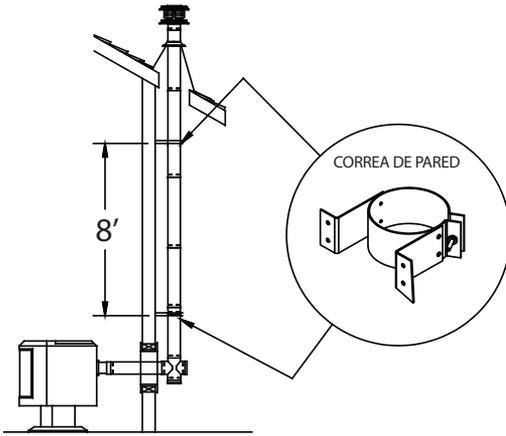
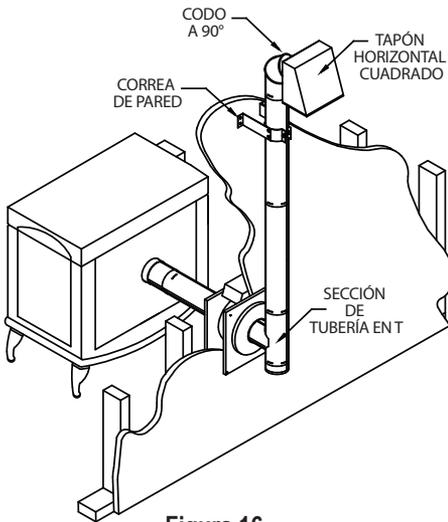

Figura 15
Figura 16
D. Conecte la correa de pared justo por encima de la tubería en T. Las correas de pared deben colocarse cada 8 pies (2.43 m) a lo largo de un tramo vertical exterior (**Figura 15**). Si el tramo vertical exterior termina en forma horizontal antes de penetrar la línea del tejado, instale, como mínimo, una correa de pared en la sección de tubería antes del codo a 90 grados y el tapón horizontal (**Figura 16**). Bajo ninguna circunstancia se puede instalar un tapón vertical adyacente a la pared vertical. PelletVent Pro ofrece correas de pared fijas y ajustables para mantener una distancia de 1" (2.54 cm) a 3" (7.62 cm), según lo desee. Si monta las secciones de tubería de la misma manera que se describe en el Paso 2 de las instrucciones generales: